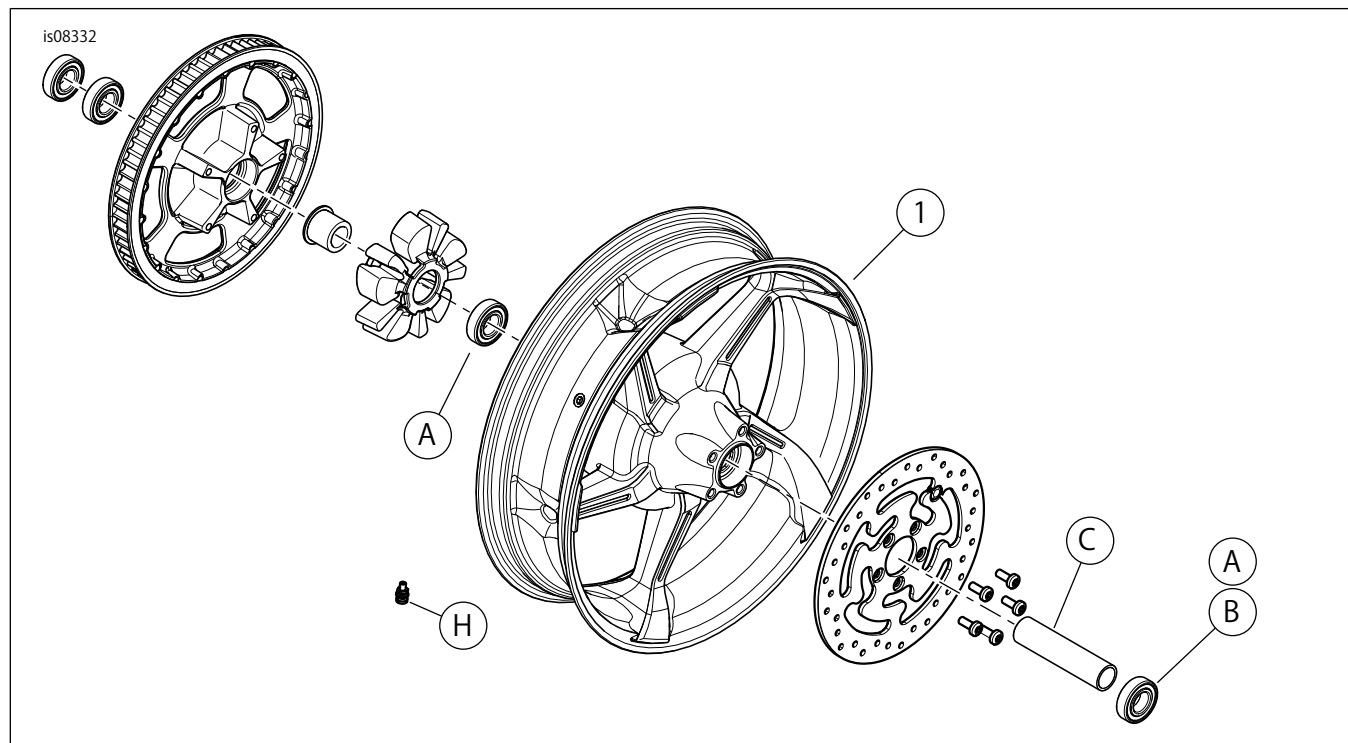

図1。交換用パーツ：AGGRESSOR REAR WHEELS (アグレッサリアホイール)
「図1」および「交換用パーツ表」を参照してください。
2. 「図1」を参照してください。バルブシステムアッセンブリー(H)をホイールに取り付けます。サービスマニュアルを参照してください。